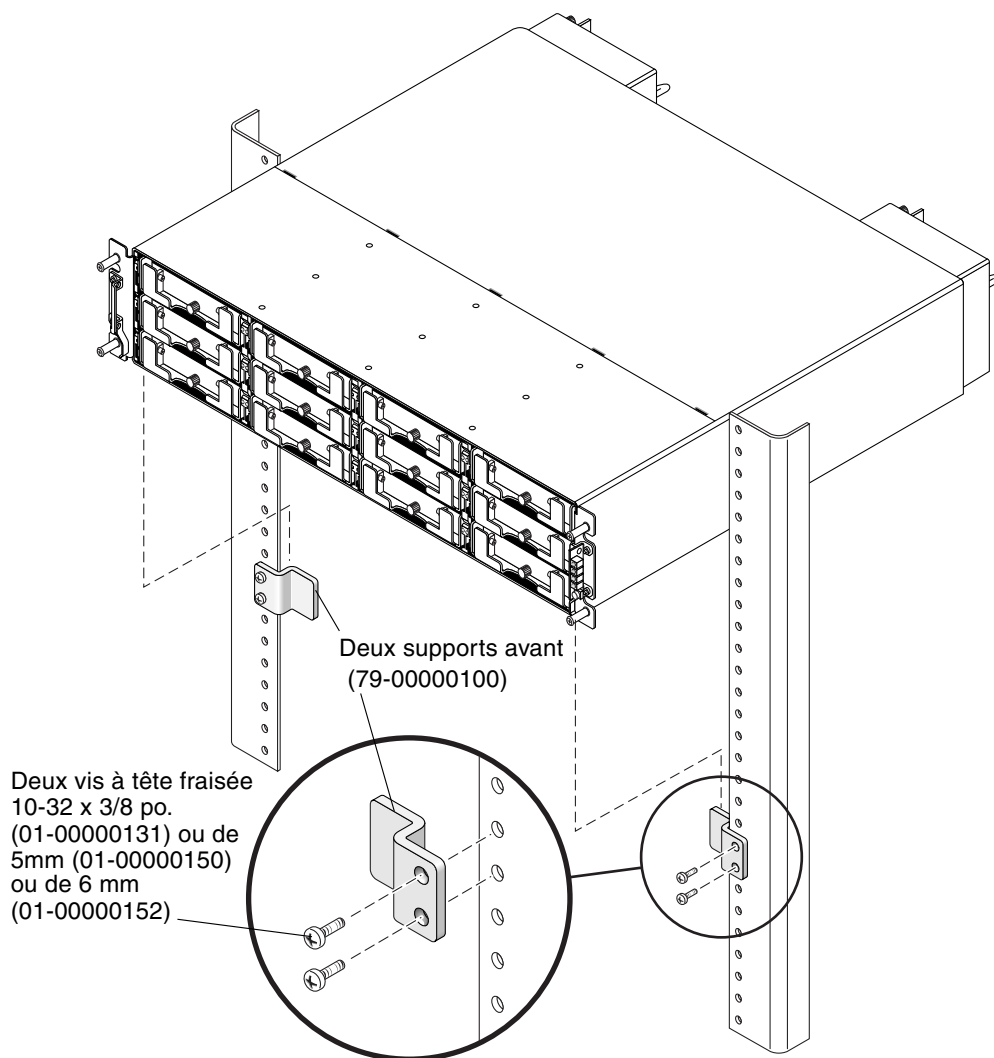

FIGURE 2-3 Emplacement des supports avant à l'avant de l'armoire
a. Fixez chaque support avant sur l'avant de l'armoire (voir FIGURE 2-3):